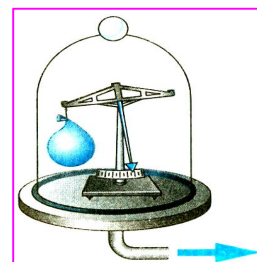

Рис. 95.3. Из под колокола откачали воздух. Равновесие нарушается. Почему?
2. На весах уравновешен легкий стеклянный шар. Если поместить весы под колокол воздушного насоса и откачать воздух, то равновесие весов нарушится (рис. 95.3). Почему?